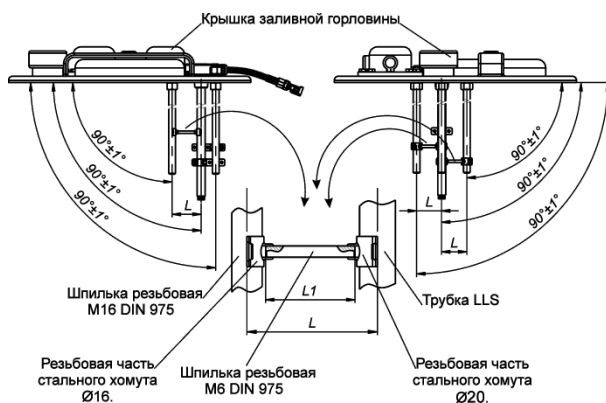

Рисунок 59
7. Определить длину (L1) резьбовой шпильки DIN 975 M6 согласно рисунку (Рисунок 59).
- Вставляя любой стержень Ø3...4 в резьбовые отверстия хомутов, и контролируя размеры (линейные и угловые) указанные на рисунке (Рисунок 59) определите длину L1.